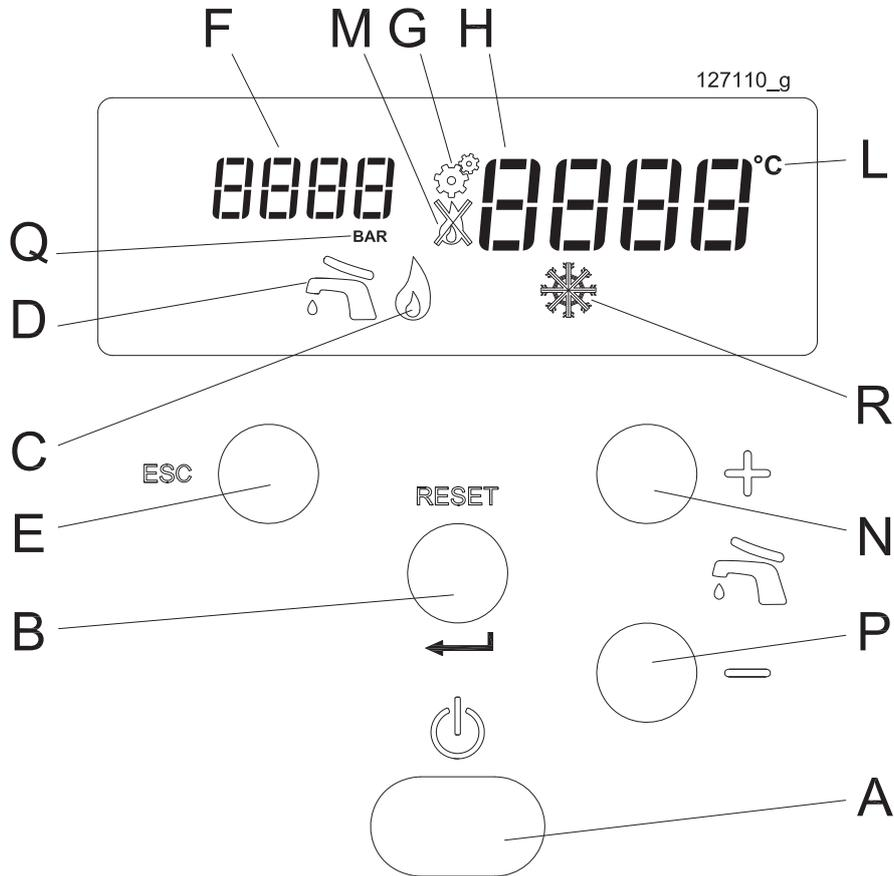

Figura 7-1 - Cuadro de mandos
- 1.- Encienda el aparato mediante el interruptor "A" de la Figura 7-1;
Leyenda de la Figura 7-1
El ajuste de la temperatura del agua caliente sanitaria se realiza pulsando las teclas + y . Tras presionar una de las dos teclas, el indicador "H" de la Figura 7-1 empieza a parpadear y mostrar la temperatura que se está ajustando. El campo de ajuste, dentro del que se puede regular la temperatura del sanitario, va de 40 a 60 °C.
Si se mantiene pulsada la tecla incluso por debajo de 40 °C, aparecerá **OFF** para indicar el apagado del servicio sanitario, confirmado asimismo por el apagado del icono "D" de la Figura 7-1.